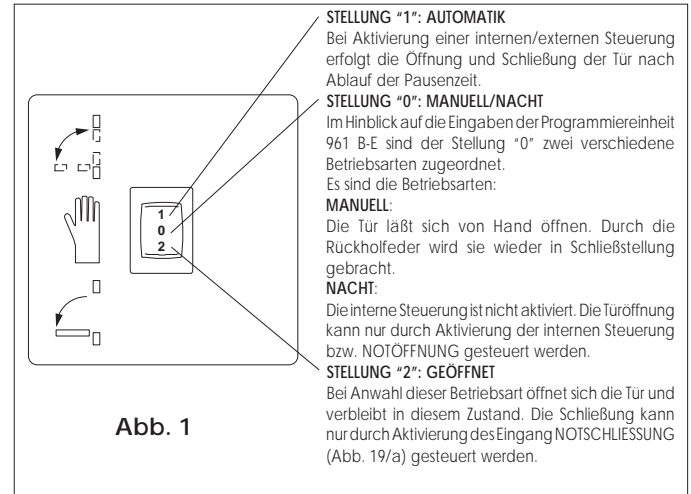
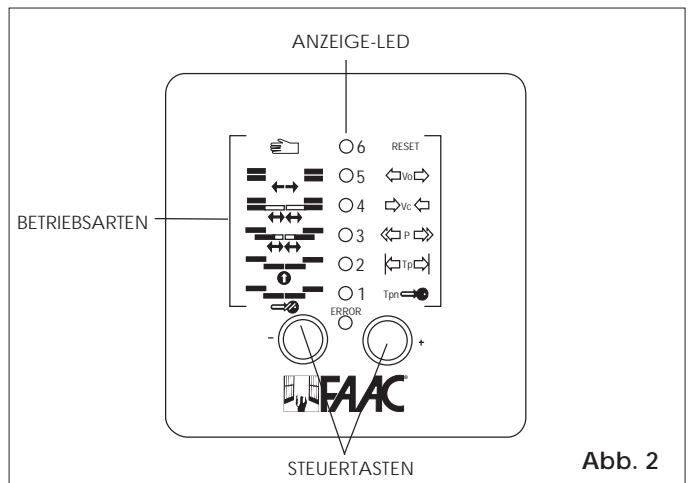

Abb. 1
Abb. 2
Übertragungssystem (Abb.1 - Pos.7)
Schließfeder (Abb.1 - Pos.10)
- 3) Den Arm festhalten und die Regelschraube der Federspannung (Abb.1 - Pos.5) abdrehen.
- 6) Die Federspannung bei Bedarf nachstellen und die Regelschraube (Abb.1 - Pos.5) mit Loctite sichern.
Mit dem Wahlschalter der Betriebsarten von Antrieb 961 B-E läßt sich die Betriebslogik gemäß Abb. 1 auswählen. Alternativ zum Wahlschalter der Betriebsarten ist als Zubehör die Programmierereinheit „CODIS“ erhältlich (Abb. 2). In diesem Fall werden nachstehende Betriebsfunktionen unterstützt:
- Mit Taste - die Betriebsfunktion nach Wunsch setzen (LED im Modus Dauerlicht), s. Abb. 2.